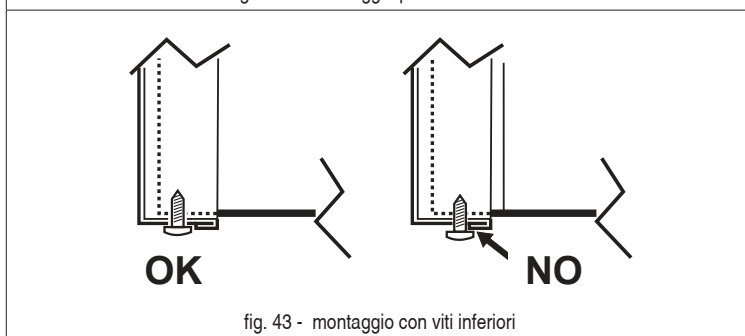

fig. 43 - montaggio con viti inferiori
3. Procedere in ordine inverso per rimontare il pannello anteriore. Assicurarsi che sia fissato correttamente al pannello superiore e completamente in appoggio sui pannelli laterali. La testa della vite "A", una volta serrata, deve essere posizionata come indicato in "fig. 43 - montaggio con viti inferiori").